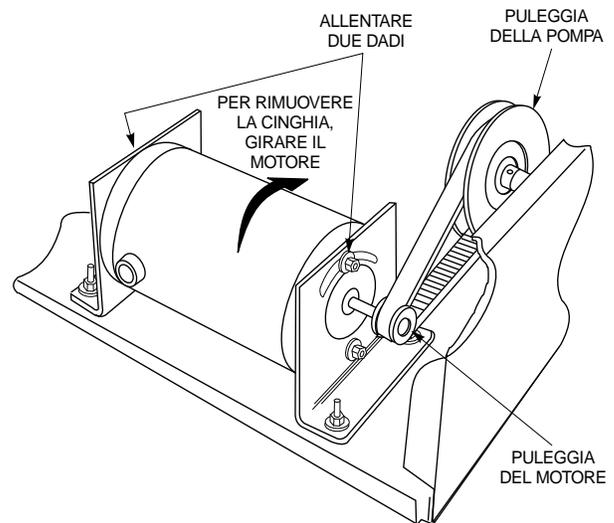

Figura 14. Sostituzione della cinghia
3. Consultando la Figura 14, allentare senza rimuoverli, i due dadi che fissano il motore alla parte superiore delle staffe di attacco del motore stesso.